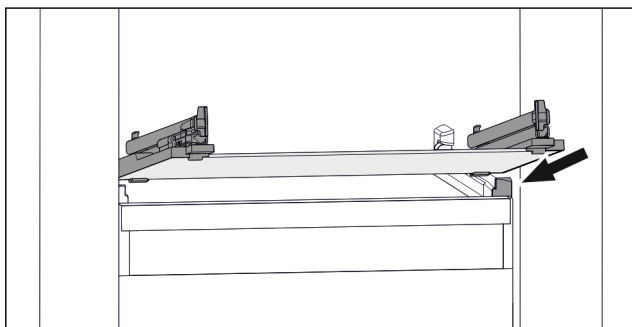

Fig. 77 Primjerni prikaz staklene ploče
- ▶ Stavite ladicu ukoso iza zaustavljača. (pogledajte Fig. 77)